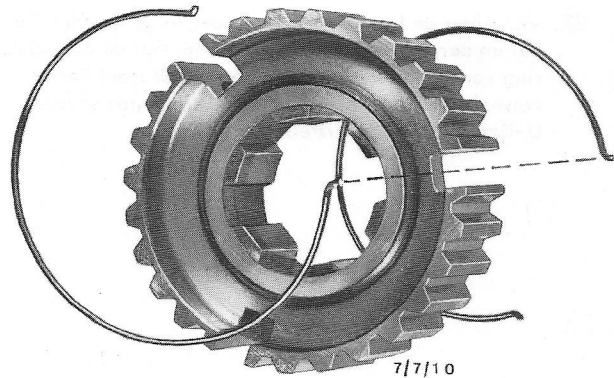

Fig.58 Stand van synchroniseerveren t.o.v. elkaar.
26. Plak de synchroniseerspieën met multi-purposevet op hun plaats en monteer de synchroniseerveren in t.o.v. elkaar verdraaide stand (fig.58). Schuif de schakelmof op de naaf, met de merktekens in lijn. De omgebogen uiteinden van de twee cirkelvormige veren moeten tezamen in dezelfde synchroniseerspie worden gelegd.